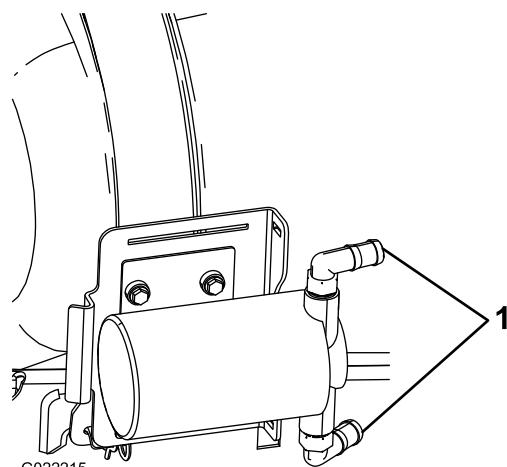

Figura 9
- Montate i raccordi portagomma della pompa come illustrato in Figura 9.